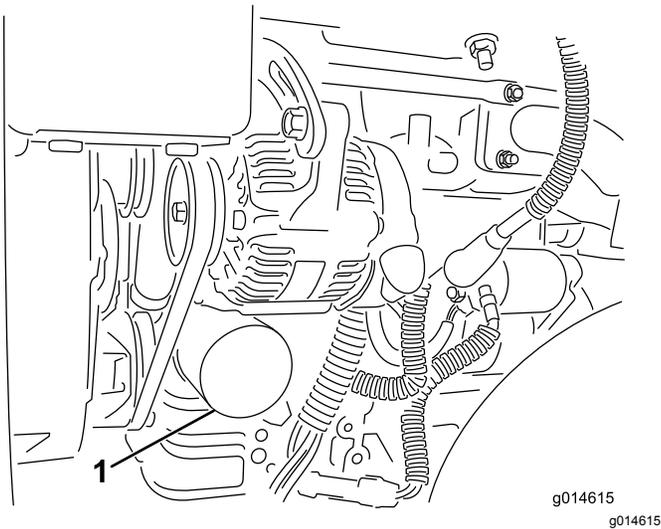

图30
2. 拆下机油滤芯图30。在新的滤芯垫片上涂上薄薄一层干净油。